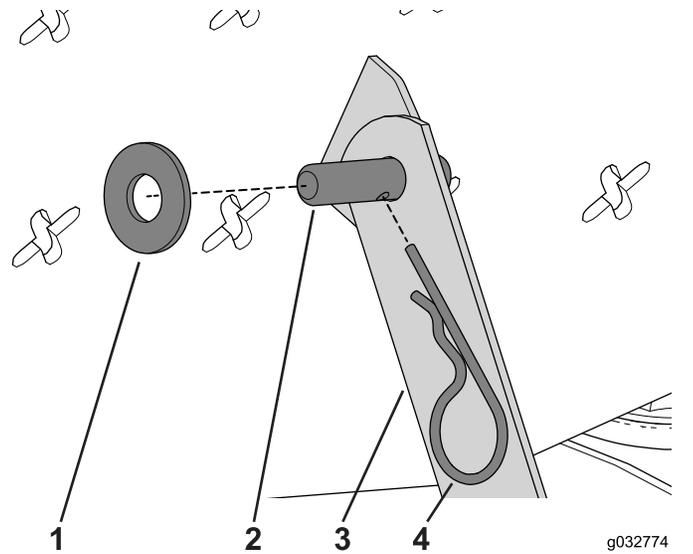

Figura 50
- Scollegate il braccio orientabile e la staffa orientabile rimuovendo la coppia che fissa il perno girevole e la rondella (Figura 50).